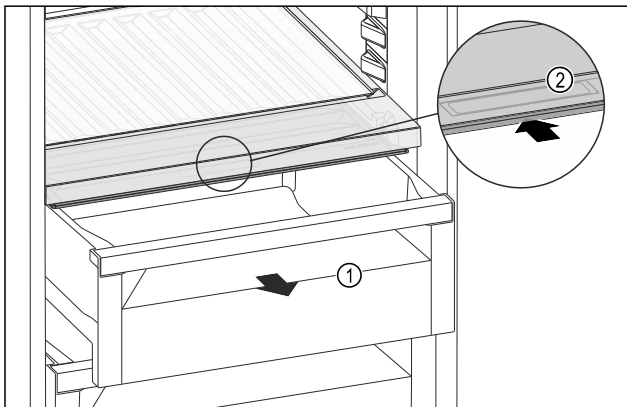

Fig. 164
- Schubfach Fig. 164 (1) herausziehen.
- Griffmulde Fig. 164 (2) am Fachdeckel anfassen und Fachdeckel gleichzeitig nach hinten schieben.